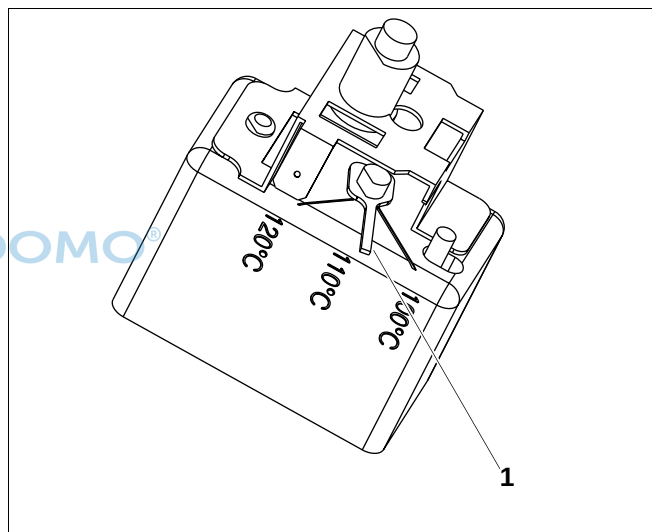

Abb. 4 Variante B
2.2.2 Abb. 4 Variante B
- Stellhebel (Abb. 4, **Pos. 1**) auf entsprechende Temperatur stellen.